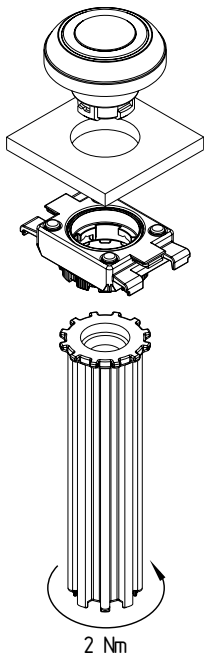

図 4
- 取り付け工具RMWを右に回し、操作ユニットと取り付けフランジを組み立てます(図4参照)